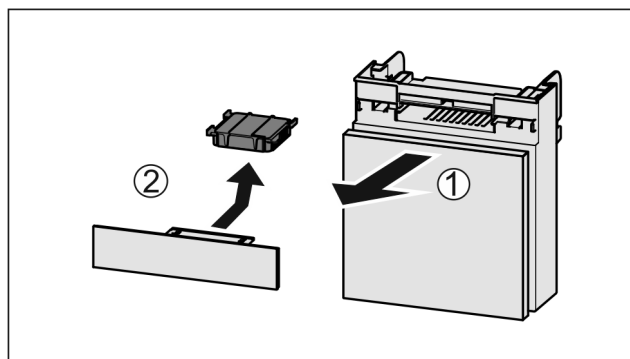

Fig. 137
- ▶ Pretinac izvucite Fig. 137 (1) prema naprijed.
- ▶ Izvadite filtir s aktivnim ugljenom Fig. 137 (2).